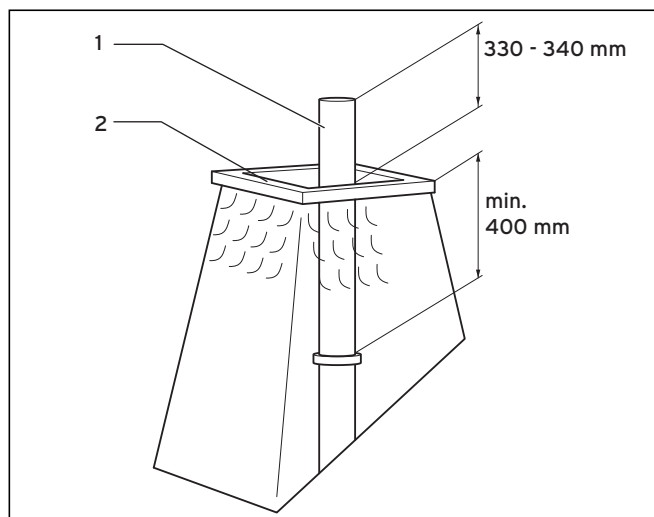

Рис. 6.39 Укорачивание трубы из нержавеющей стали
Для монтажа шахтного перекрытия из нержавеющей стали соблюдайте рис. 6.39.
- Укоротите трубу из нержавеющей стали (1) согласно рис. 6.39.
- Загерметизируйте край устья (2) силиконом.